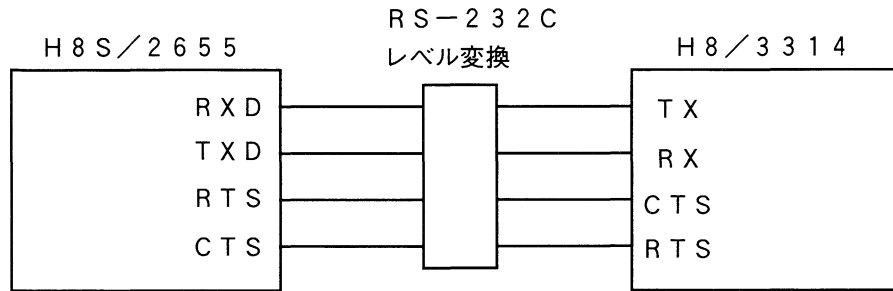

図1 H 8 S / 2 6 5 5 による調歩同期式 S C I ブロック図
- (1) 図1に示すようにH8S/2655とH8/3314間で、1バイトのデータを調歩同期式で送受信します。
- (2) 転送フォーマットは9600BPS、8ビットデータ、1ストップビットおよびノンパリティです。
- (3) RTS、CTSによる通信制御を行います。